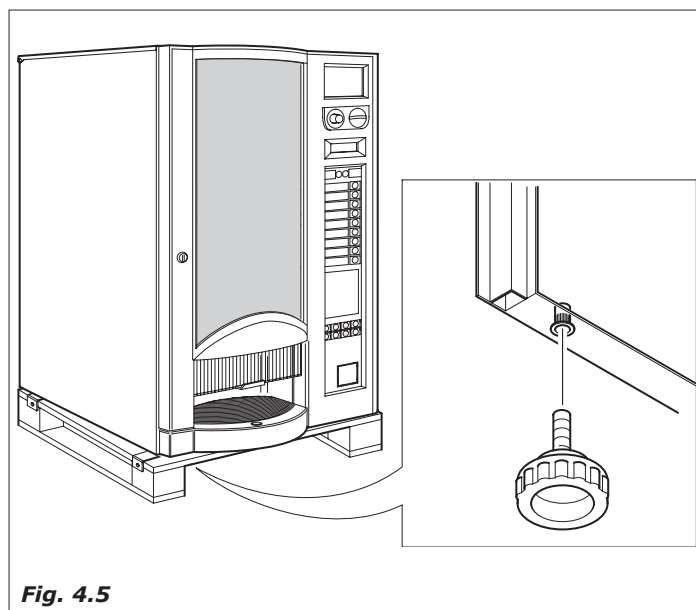

Fig. 4.5
- Liberare il pallet ed inserire i 4 piedini nei fori filettati (Fig. 4.5) lasciati liberi dalle viti (A)